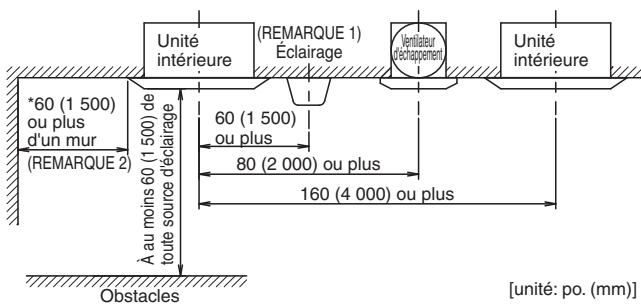

Fig. 2
- La présence de toute trappe d'aération, de luminaires ou d'autres appareils peut nuire au déplacement de l'air et salir le plafond s'ils sont trop près, et il convient donc de suivre les directives de la **Fig. 2** lors de l'installation.